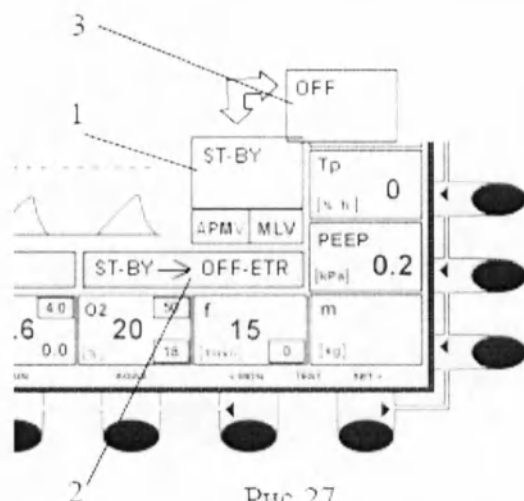

Рис. 27
Вентилятор после окончания теста, или после обхода теста, всегда переходит в состояние «Stand-By» (в дальнейшем просто – «ST-BY»). Это состояние отображается включением желтого сигнального светодиода на панели управления вентилятора – клавиша ST-BY – /11 – рис. 4/ и на экране (см. ст. 3.1.1.1.2) в информационном окне /10 – рис. 11/ надписью «ST-BY» красного цвета на желтом фоне – (1) рис. 27.
Данное состояние готовности (пока не были активированы вентиляционные режимы) можно сохранять в течение любого времени, например, при зарядке аккумуляторов – см. ст. 9.2 «Уход за аккумуляторами». Также в состоянии «ST-BY» можно редактировать необходимый вентиляционный режим с соответствующими вентиляционными параметрами, и тем самым подготовить вентилятор к работе. Переход аппарата в режим «ST-BY» из вентиляционного режима сопровождается появлением информации в предупреждающем поле /2 – рис. 15/, ст. 3.1.1.1.4. - (2) рис. 27.
Аппарат дает возможность пользователю перевести его в постоянное состояние «ST-BY – OFF» - после появления информации (1) рис. 27 пользователь может нажать клавишу ENTER – «ETR». В информационном окне (1) изменяется надпись «OFF» - желтого цвета на красном фоне - (3) рис. 27. Возврат в вентиляционный режим возможен после нажатия клавиши «ST-BY» – (11 – рис. 4).